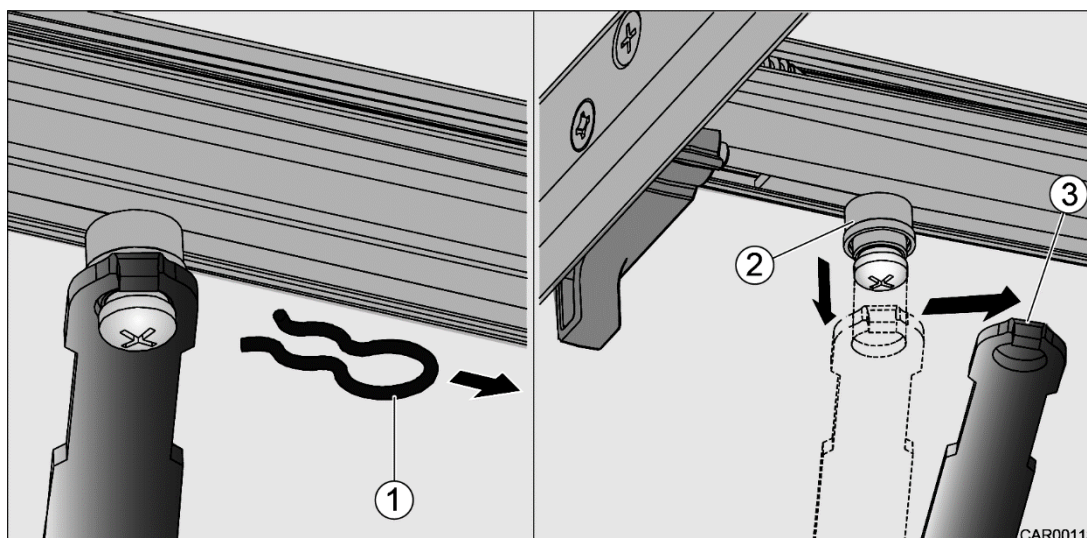

Fig. 189 Déverrouillage de secours du marche-pied
1. Retirer les deux goupilles fendues à ressort (Fig. 189/1) à la face inférieure du marche-pied.
2. Débloquer les deux barres d'entraînement (Fig. 189/3) des pivots de fixation (Fig. 189/2).